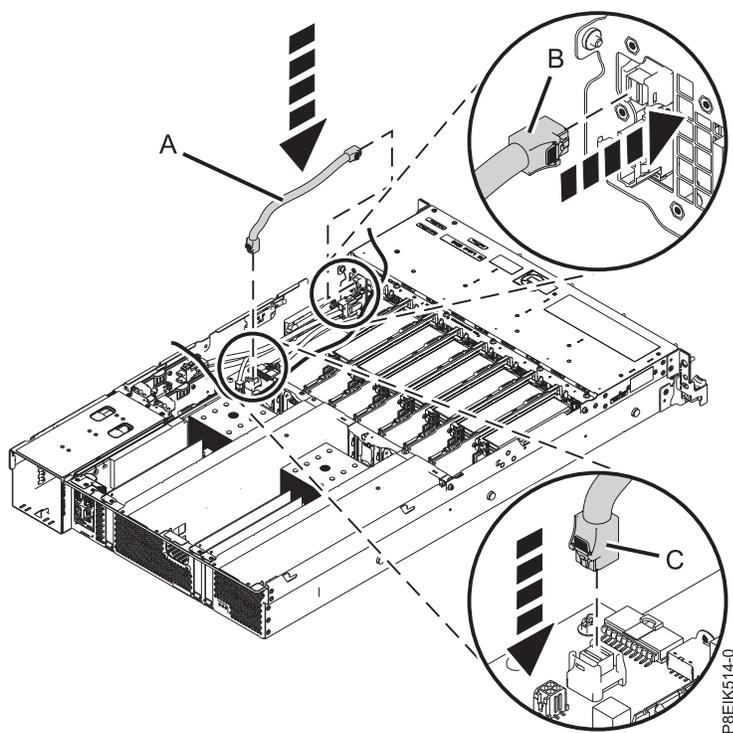

図 56. ディスクおよびファン信号ケーブルの再取り付け
2. ラベルを使用して、ディスクおよびファン信号ケーブル (A) をディスク・ドライブおよびファン・カード (B)、およびシステム・バックプレーン (C) に接続します。ケーブルのラッチ・クリップが、カチッと音を立ててコネクターの所定の場所に収まったことを確認してください。 49 ページの図 56を参照してください。